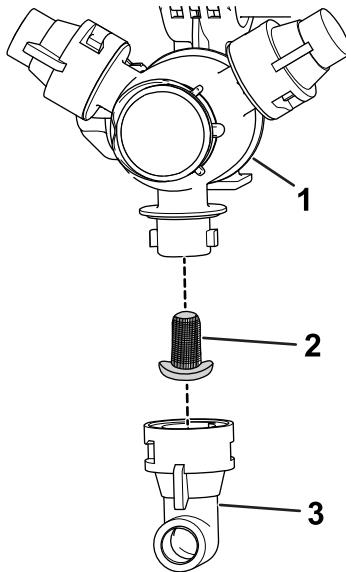

图 49
2. 从喷嘴转动架卸下喷嘴 图 49。
- 3. 拆下喷嘴过滤器 图 49。
- 5. 安装喷嘴过滤器 图 49。
- 6. 将喷嘴安装到喷嘴转动架上 图 49。